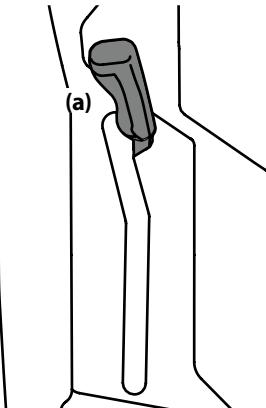

Figura 3-14
- Empuje la palanca de la PTO (a) hacia adelante y hacia la hasta la posición de bloqueo derecha, hasta la posición activada (ON). Consulte la Figura 3-14.